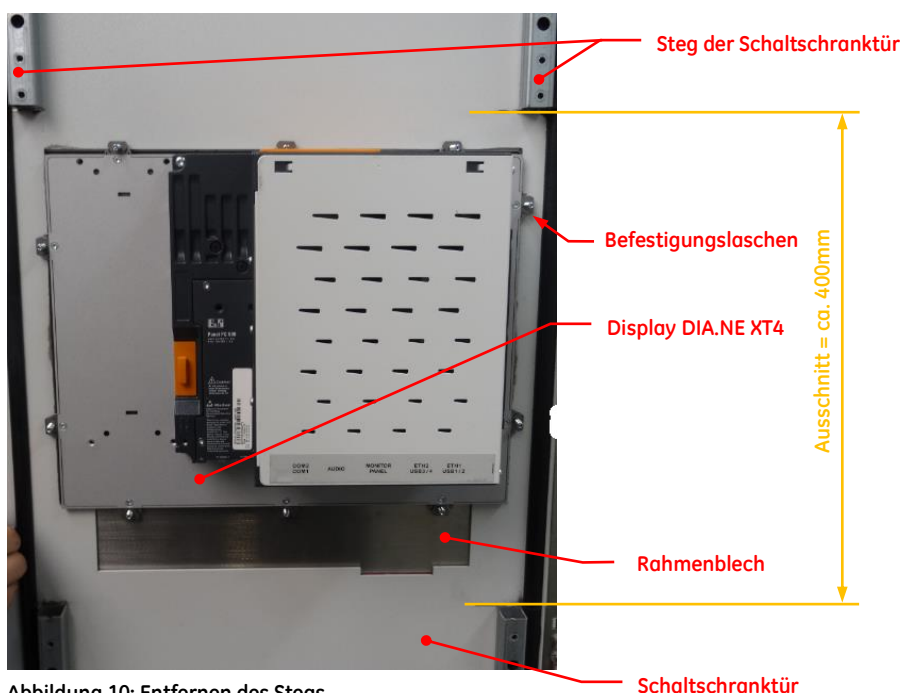

Abbildung 10: Entfernen des Stegs
Da die DIA.NE XT4 aufgrund der Displaybreite mehr Platz in Anspruch nimmt, müssen weitere Anpassungen der Schaltschranktür vorgenommen werden. In Abbildung 10 ist die Rückseite des Schaltschranks dargestellt. Für den Einbau des DIA.NE XT4-Displays muss ein Teil des Steges der Schaltschranktür herausgeschnitten werden, da es ansonsten zu einer Kollision beim Einbau des Displays kommen würde.
- ✓ Auszuschneidende Bereiche (siehe Abbildung 10) markieren
Das Entfernen des Teilbereichs des Steges (siehe Abbildung 10) ist nur im Falle einer 500mm breiten Schaltschranktür notwendig, da ansonsten die Befestigungslaschen des DIA.NE XT4-Displays eine Kollision mit den Stegen der Schaltschranktür hervorrufen würden und eine Montage somit nicht möglich wäre.